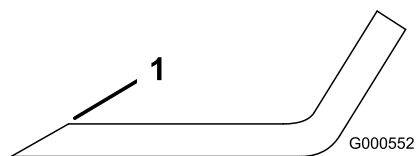
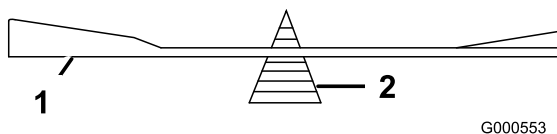

Figura 38
Figura 39
1. Utilice una lima para afilar el filo de corte en ambos extremos de la cuchilla (Figura 38). Mantenga el ángulo original. La cuchilla permanece equilibrada si se retira la misma cantidad de material de ambos bordes de corte.
2. Verifique el equilibrio de la cuchilla colocándola sobre un equilibrador de cuchillas (Figura 39). Si la cuchilla se mantiene horizontal, está equilibrada y puede utilizarse. Si la cuchilla no está equilibrada, rebaje algo el metal en la parte de la vela solamente (Figura 38). Repita este procedimiento hasta que la cuchilla esté equilibrada.